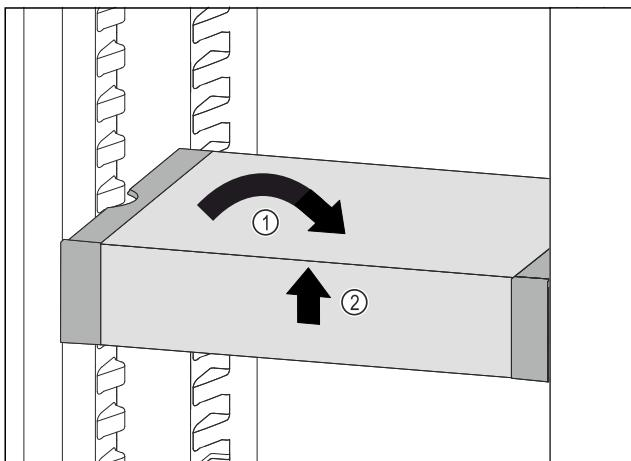

Fig. 95
- Изправете VarioSafe. Fig. 95 (1)
- Повдигнете VarioSafe отпред. Fig. 95 (2)